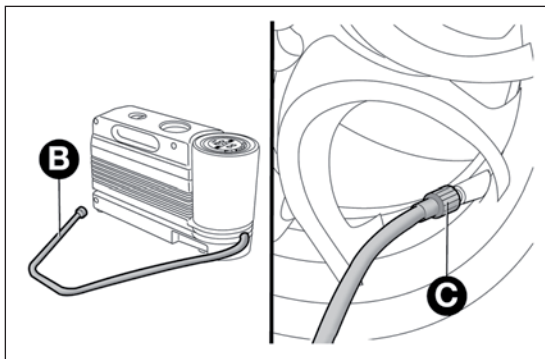

РИС. 130
- взведите стояночный тормоз, отвинтите колпачок с ниппеля шины, выньте гибкую трубку заполнения А РИС. 130 и прикрутите зажимное кольцо В к ниппелю шины;